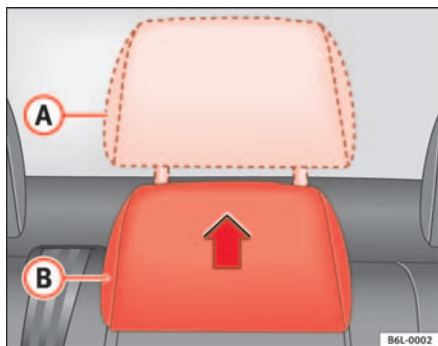

Fig. 5 Ajuste del apoyacabezas posterior central
- Posición elevada o de uso **(A)** ⇒ fig. 5. En esta posición el apoyacabezas se comporta como un apoyacabezas convencional, protegiendo junto con el cinturón de seguridad al ocupante de la plaza central posterior.
- Posición de reposo **(B)** ⇒ fig. 5. Esta posición facilita la visibilidad posterior al conductor.